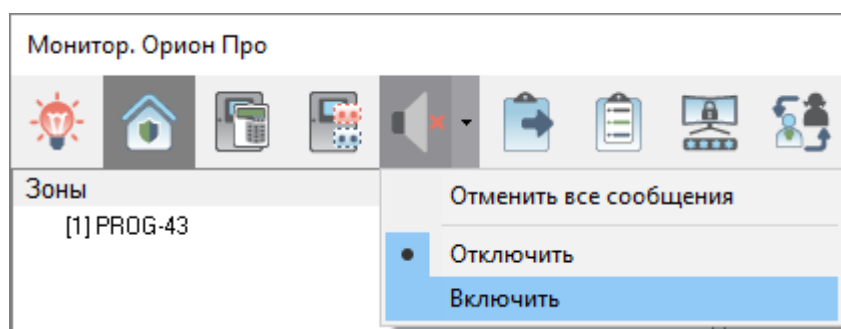

Рисунок 8-171 Включение речевого оповещения для всех приходящих событий (после отключения)
- **Включить** (см. Рисунок 8-171) – включение речевого оповещения для всех приходящих событий (после отключения).